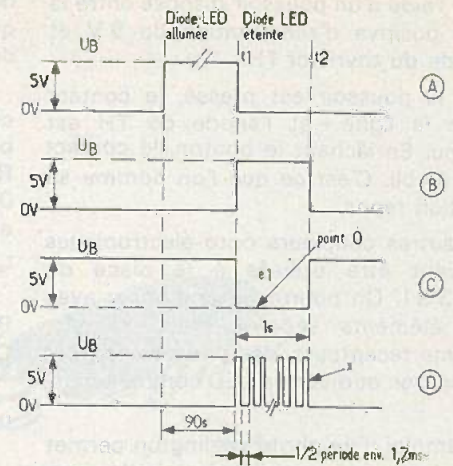

Fig. 5
La tension de la base de Q_2 est stabilisée par la diode zener ZX 6,8 de 6,8 V. A la figure 5 on montre la forme des signaux.
- En (B) on peut voir la forme du signal du monostable. C'est une impulsion positive qui dure une seconde seulement.
- En (C) de la figure 5 on montre la forme de la tension mesurée sur le collecteur du transistor Q_1 . Pendant la durée de l'exposition, cette tension est positive et égale à + 5 V. A la fin elle est nulle.